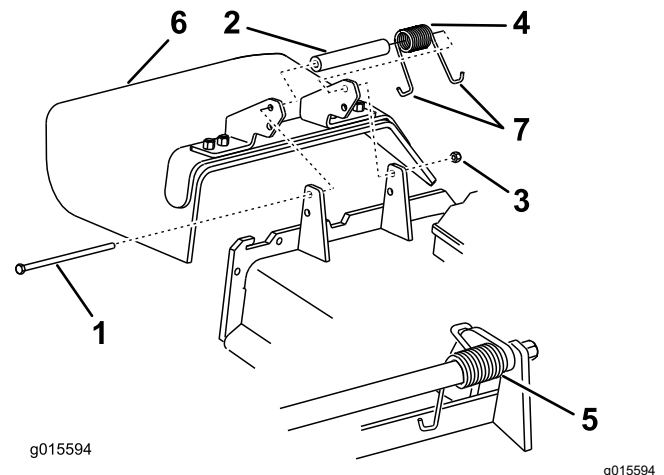

Figura 87
1. Retire a porca de bloqueio, o parafuso, a mola e o espaçador que fixam o defletor aos apoios de articulação (Figura 87).
2. Se o defletor de relva estiver danificado ou gasto, retire-o (Figura 87).
Nota: Certifique-se de que está montada uma extremidade em J por trás da extremidade da plataforma antes de colocar o parafuso como se mostra na Figura 87.
6. Coloque uma extremidade em gancho J da mola em torno do defletor de relva (Figura 87).